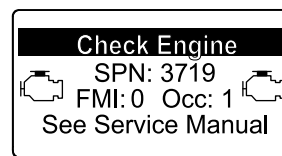

Figura 58
- Advertencia del motor SPN 3719, FMI 0 (Figura 58)